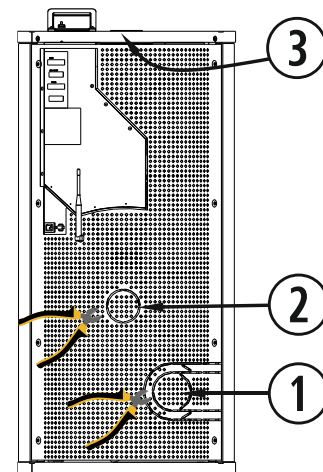

Figura 5
No DIFLUX: Retirar la protección del extractor (①) y del tubo de entrada de aire (②). *Figura 5*